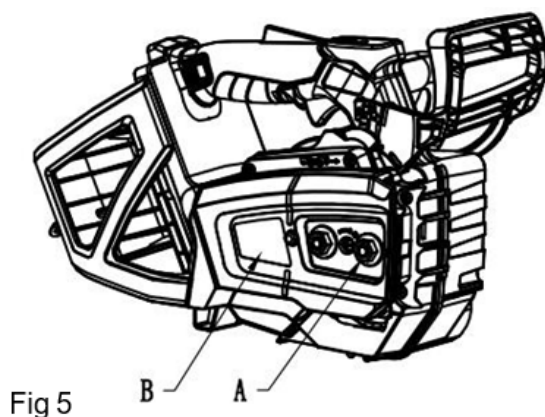

Fig 5
1. Desserrez les deux écrous du couvercle de pignon (A) (Fig. 5).
2. Retirez le couvercle du pignon (B) (Fig. 5).